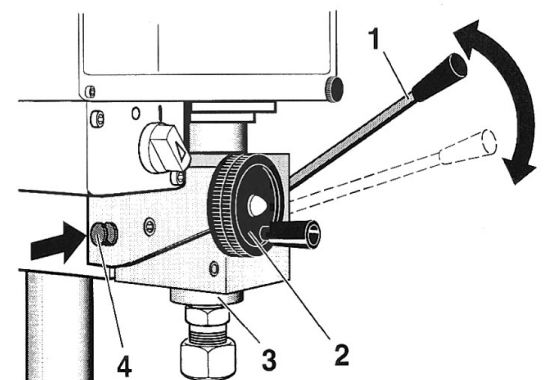

Fig. 14
1. Knopf 4 (Fig. 14) eindrücken. Dazu den Bohrhebel (1) leicht hin- und herbewegen, damit der Mitnehmer einrastet.
1. Depress the button 4 (Fig. 14). To do so move the drilling lever slightly to and fro, so that the tappet engages.
1. Enfoncer le bouton 4 (fig. 14) pour enclencher le dispositif et déplacer le levier (2) en va-et-vient jusqu'à ce que le bouton s'encrante.
1. Premere il bottone 4 (fig. 14) e muovere la leva di foratura (1) leggermente in qua e in là affinché il trascinatore s'inneschi in posizione.